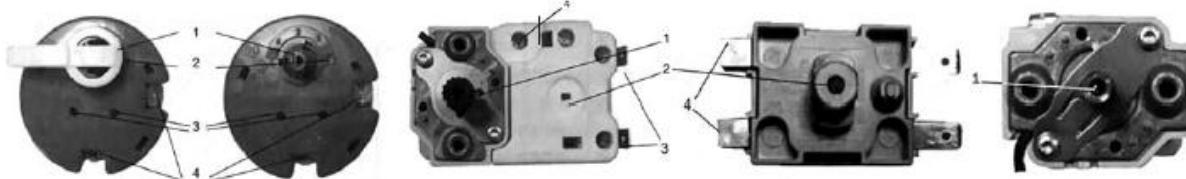

Рис. 3. Внешний вид терморегулятора
- нажать на кнопку тепловой защиты, которая расположена в корпусе терморегулятора (рис. 3, поз.2)
- для моделей D400-2-BC выполните подключение соответствующих проводов к клемме А1 и В1 защитного термостата (см. рис. 3г);
- модели Steatite (N3CM (E), N4C (E)) – на термостате (рис. 3в) под защитной крышкой по часовой стрелке;
- модели E-Series, EGO – на термостате (рис. 3б) под защитной крышкой против часовой стрелки.